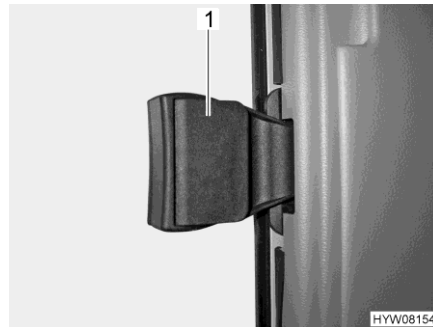

Bild 62 Passagerarfönster
- Fäll ut handtaget (Bild 62,1).